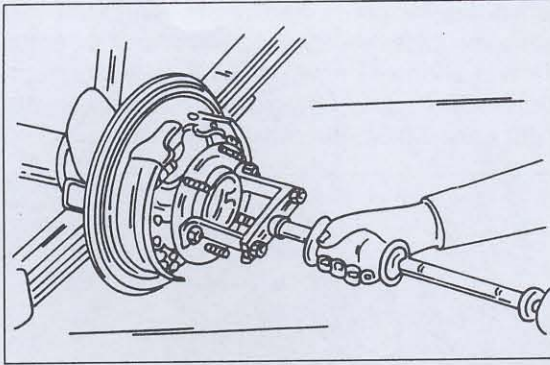

Bild 269
- Eine 1 mm starke Scheibe und den "O"-Dichtring in die linke Seite des Hinterachsgehäuses einsetzen. Die Dichtfläche des Lagergehäuses mit Dichtungsmasse einschmieren, die linke Welle in das Achsgehäuse einschieben und die Muttern über Kreuz mit einem Anzugsdrehmoment von 50 - 60 Nm anziehen. Bild 269 zeigt den Einbau dieser Welle.